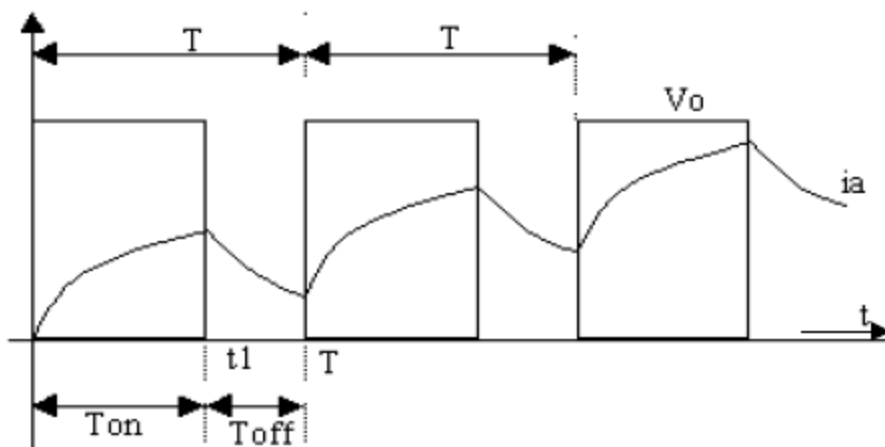

Figure 3
- ✓ A $t=T$: S est fermé de nouveau et le cycle se répète (figure 3)